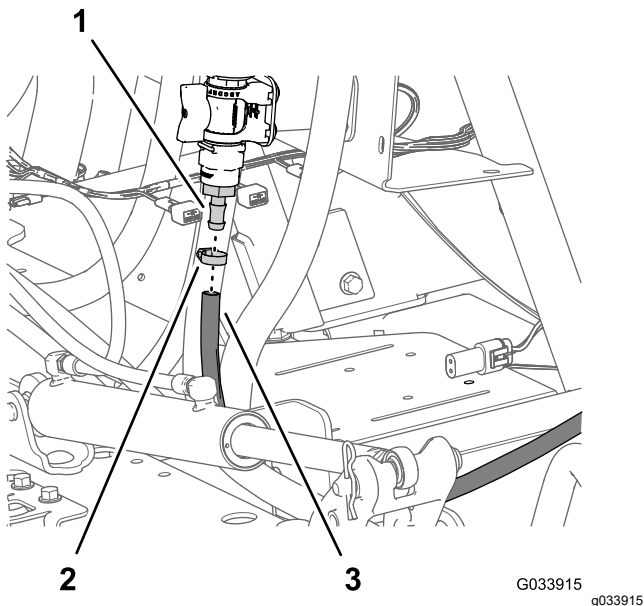

Bild 36
- Befestigen Sie den Schlauch des Sprühstabs am gezahnten Schlauchanschlussstück des Regelventils und befestigen Sie den Schlauch mit einer Schlauchklemme am Anschlussstück (Bild 36).